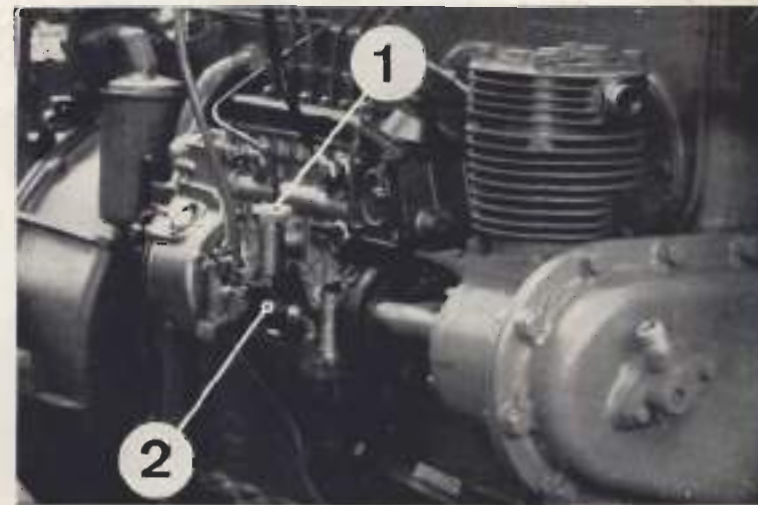

Fig. 3.1. - Bombas de alimentación y cebado
3.2 BOMBA DE ALIMENTACIÓN Y BOMBA DE CEBADO (fig. 3.1)
eliminación de aire en caso de vaciado de las tuberías después de periodos de inactividad del vehículo. Para su funcionamiento aflojar la empuñadura (1, fig. 3.1) e imprimir un movimiento de arriba hacia abajo, hasta que tuberías, filtros y bombas queden libres de aire y llenos de combustible.